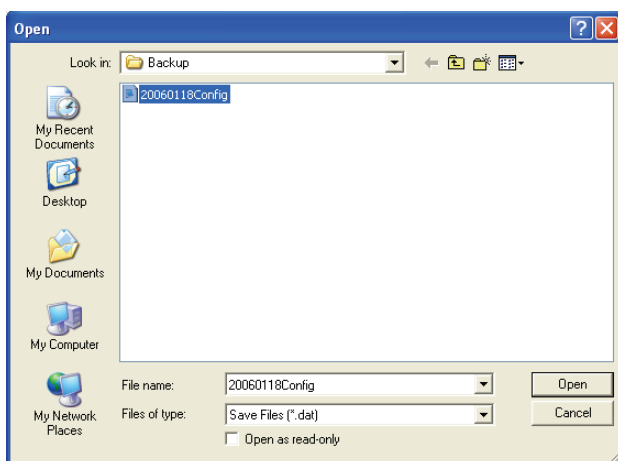

figura 8.24: Janela de abertura do ficheiro de configuração
- 1 No menu principal, clique na tecla Open configuration file. Aparecerá a janela que se segue (consulte a figura 8.24).